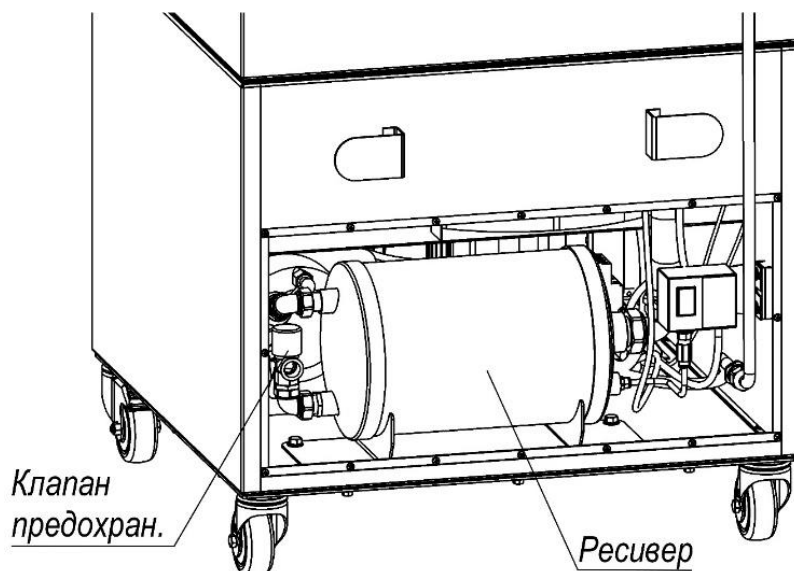

Рисунок 10
- 2) снять заднюю панель (рисунок 10);